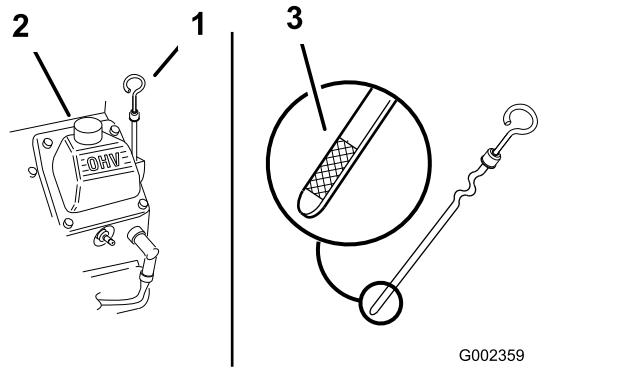

Figura 17
2. Limpie alrededor de la varilla de aceite (Figura 17) para que la suciedad no pueda penetrar por el orificio de llenado y causar daños en el motor.
3. Retire la varilla, límpielala, y vuelva a colocarla, asegurándose de que quede bien asentada (Figura 17).
4. Retire la varilla y compruebe el nivel de aceite en la misma. El nivel de aceite debe llegar a la marca Lleno del extremo metálico de la varilla (Figura 17).
5. Si el nivel de aceite está por debajo de la marca Lleno, retire el tapón de llenado (Figura 17) y añada aceite hasta que el nivel llegue a la marca Lleno de la varilla. **No llene demasiado.**